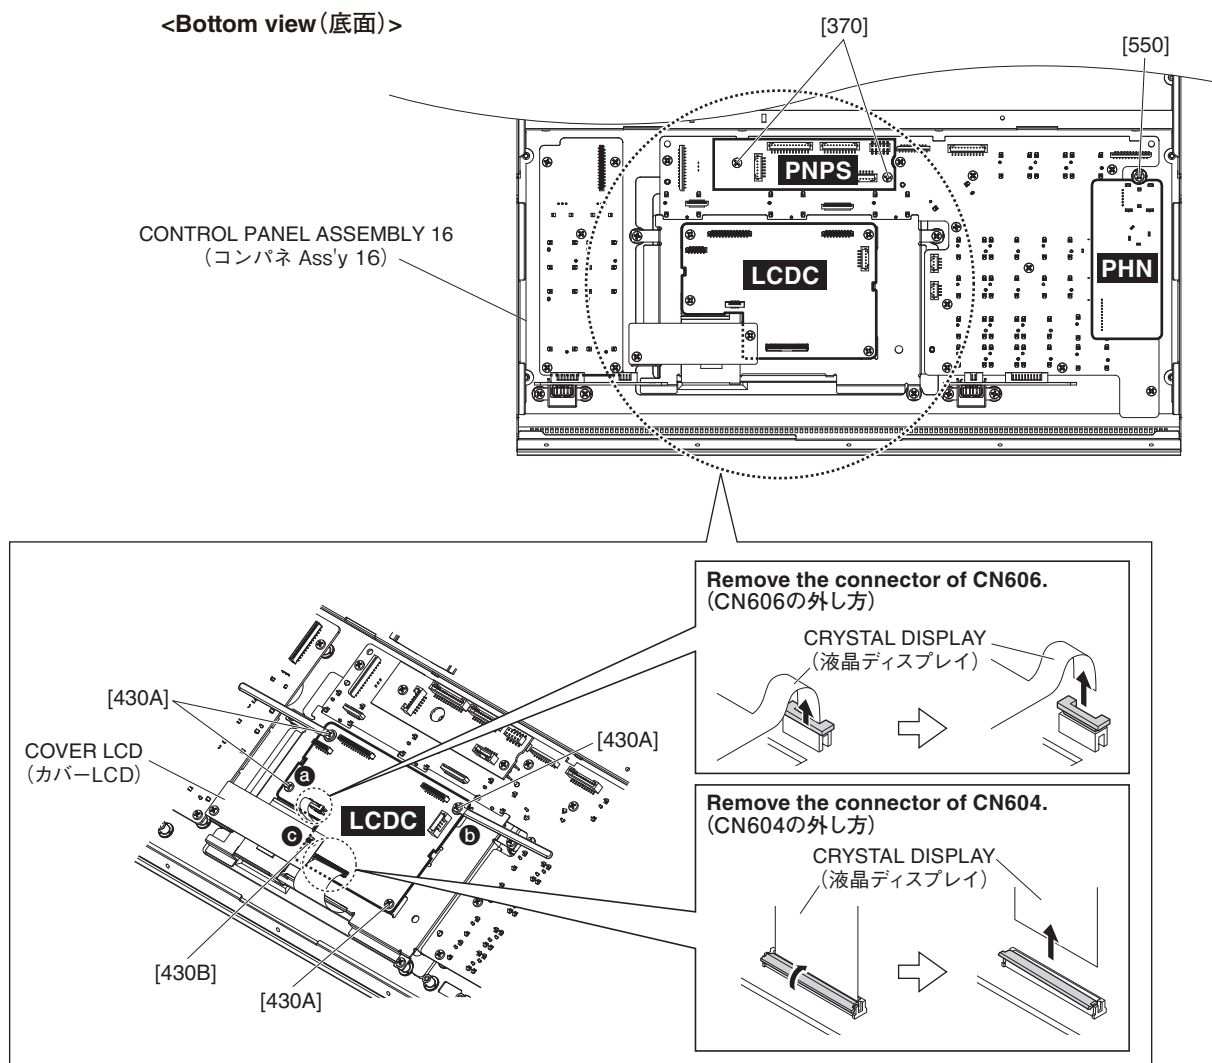

Fig. 14 (図14)
- B-1-3 Remove the four (4) screws marked [430A] and the screw marked [430B]. The LCDC circuit board can then be removed. (Fig. 14)
- * See Fig. 14 for how to remove the connector from CN604 and CN606.
- * When installing the LCDC circuit board, tighten the screws marked [430A] and [430B] in the order a to c shown in Fig. 14 in numerical order and then tighten the other screws.
- B-1-3 [430A] のネジ 4 本と [430B] のネジ 1 本を外して、LCDC シートを外します。(図 14)
- ※ CN604 と CN606 のコネクタの外し方は、図 14 を参照してください。
- ※ LCDC シートを取り付ける際は、図 14 に示す a → c の順に [430A] と [430B] のネジを締めてから他のネジを締めてください。
- B-3-4 Remove the screw marked [550]. The PHN circuit board can then be removed. (Fig. 14)
- B-4-3 Remove the two (2) screws marked [370]. The PNPS circuit board can then be removed. (Fig. 14)
- B-3-4 [550] のネジ 1 本を外して、PHN シートを外します。(図 14)
- B-4-3 [370] のネジ 2 本を外して、PNPS シートを外します。(図 14)